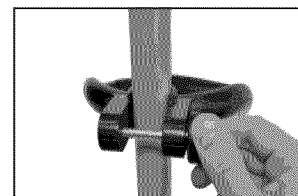

Figura 13 - Apriete la perilla
4. Regule el asa a la posición más cómoda y apriete la perilla con firmeza. No apriete la perilla excesivamente. (vea la Figura 13).